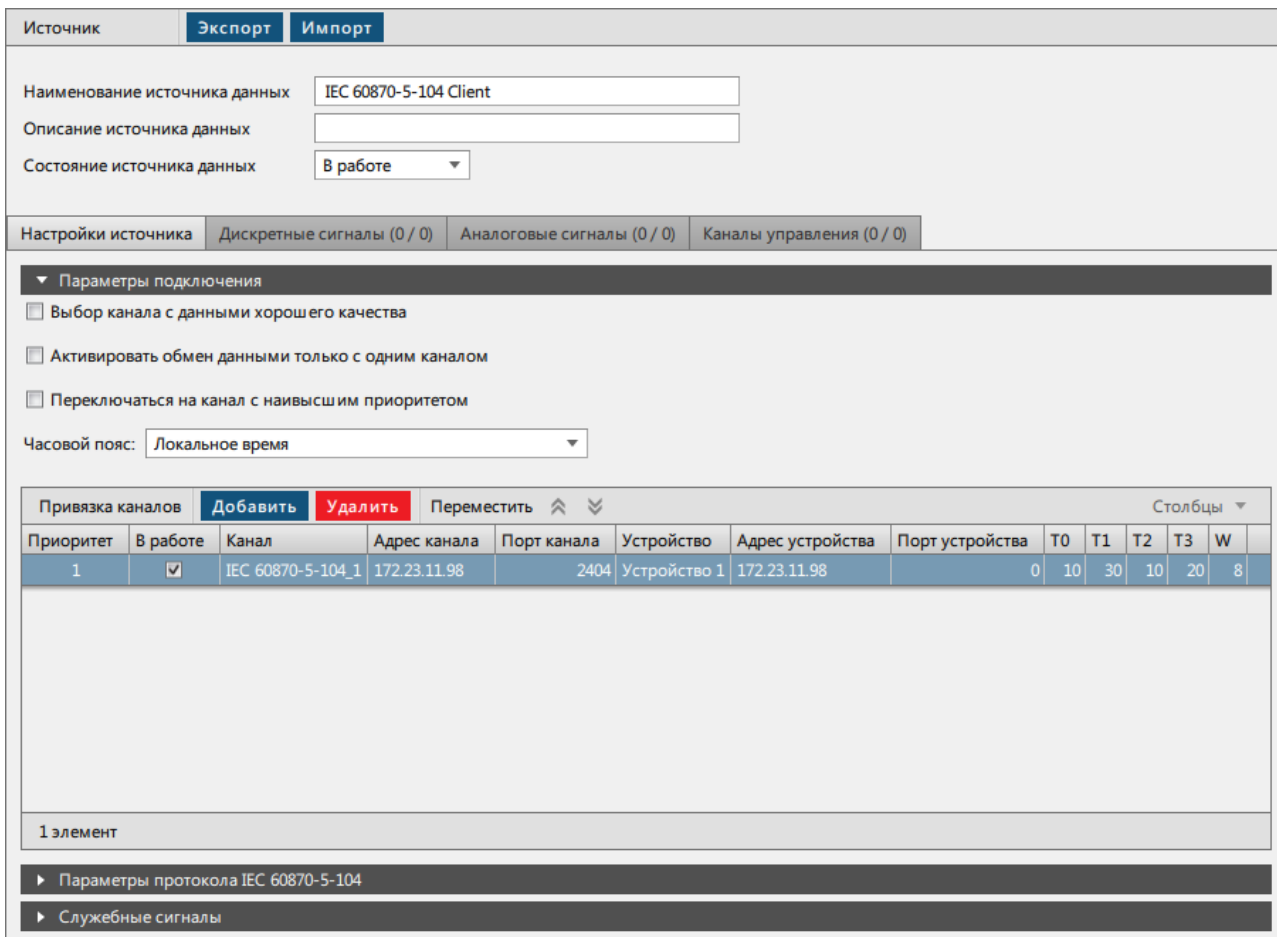

Рисунок 178 - Настройки источника
4. Отредактируйте настройки источника при необходимости (Рисунок 178). Описание параметров представлено в Таблице 28.